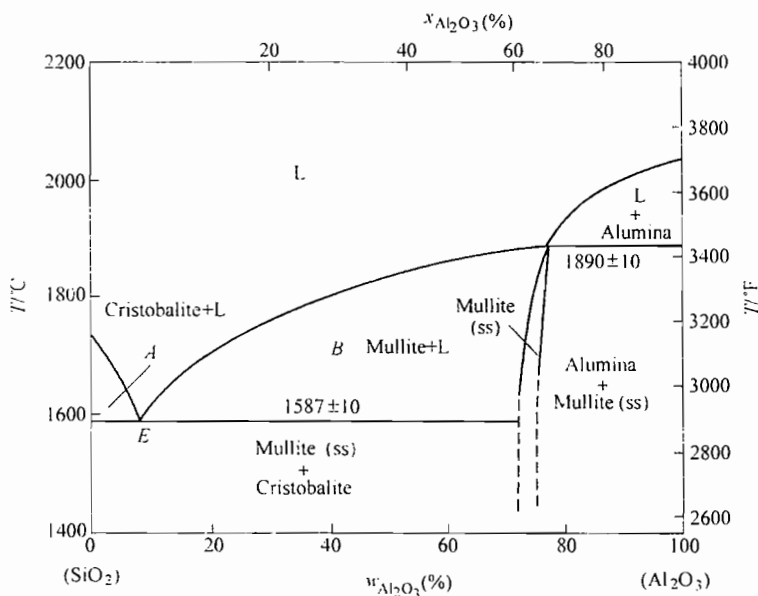

图 9-3 第八题解答图
1. 如图 9-3 所示: A—方石英和液相; B—莫来石和液相。